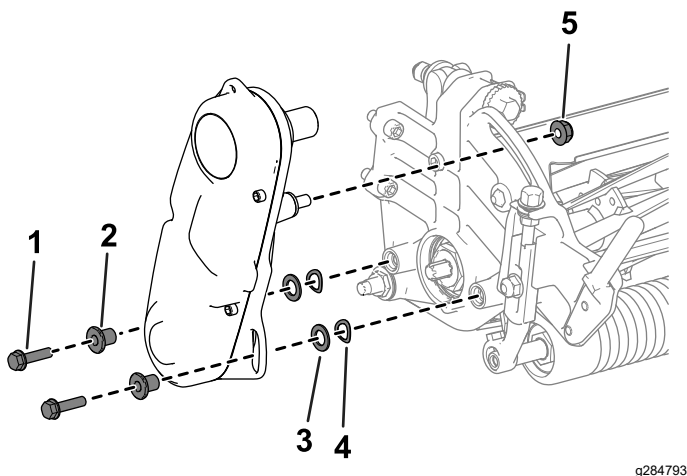

Figura 12
1. Remova as ferragens que prendem o conjunto da transmissão do cilindro à placa lateral (Figura 12).
2. Remova o conjunto da transmissão do cilindro, anilhas planas, anilhas de mola e espaçadores da placa lateral (Figura 12).